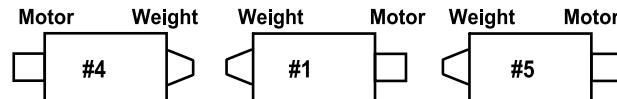

Bild 12
**Wichtig:** Montieren Sie an den Schneideeinheiten Nr. 4 (vorne links) und Nr. 5 (vorne rechts) die Schlauchführungen mit den Befestigungsmuttern der Stangenhalterung vorne an den Schneideeinheitnasen. Die Schlauchführungen sollten sich zur mittleren Schneideeinheit neigen (Bild 12 bis Bild 14).
6. Verbessern Sie die Lenkung an den hinteren Schneideeinheiten, indem Sie die zwei Gelenkdistanzstücke, Sechskantschrauben und Bundmuttern (Bild 15) von den Trägerrahmen der hinteren Schneideeinheiten (Nr. 2 und Nr. 3) entfernen (Bild 12).